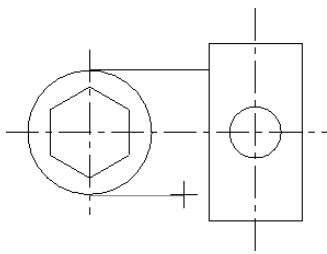

图 3-66 指定切点
- ③ 根据系统提示，选择视图左侧的圆，并移动光标捕捉圆的一个等分点作为切点，单击鼠标左键，如图 3-66 所示。